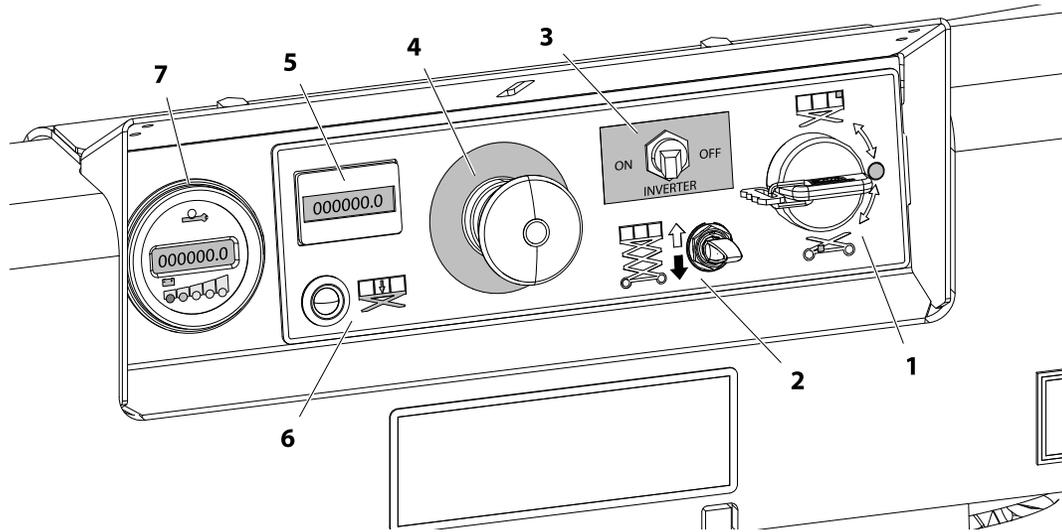

Figura 3-2. Estação de Controle de Solo
1. Do **Painel de Controle no Solo** sem carga na plataforma: (Consulte a Figura 3-2. na página 3-5)
(Item 1 — Figura 3-2.)
(Item 2 — Figura 3-2.)
(Item 3 — Figura 3-2.)
(Item 4 — Figura 3-2.)
(Item 5 — Figura 3-2.)
(Item 6 — Figura 3-2.)
(Item 7 — Figura 3-2.)